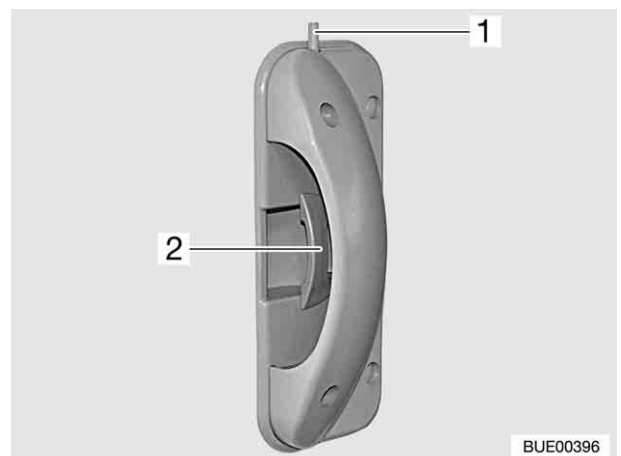

Fig. 19 Serrure de la porte cellule, à l'intérieur (variante 2)
- Appuyer sur la poignée (Fig. 19,2).
- Enfoncer le bouton (Fig. 19,1).